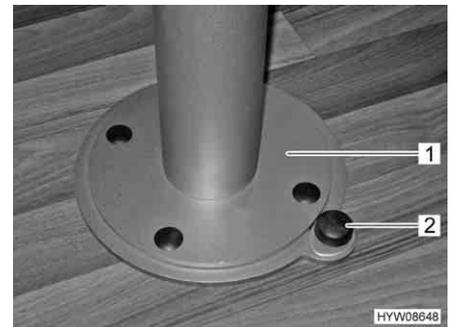

Fig. 60 Piede del tavolo, sbloccaggio del dispositivo di rotazione
- Spingere verso il basso il bottone (Fig. 60,2) del bloccaggio.
- Ruotare il piede del tavolo con il piano del tavolo (Fig. 60,1) nella posizione desiderata.